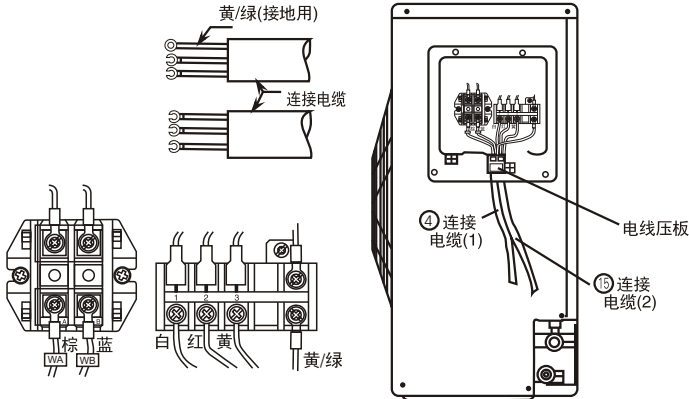

图15
- (1) 把连接电缆按电气接线图所示正确地牢固连接。(紧固力为0.8~1.5N·m)
- (2) 用电线压板将连接电缆压住后，用螺钉紧固，按 图15安装。